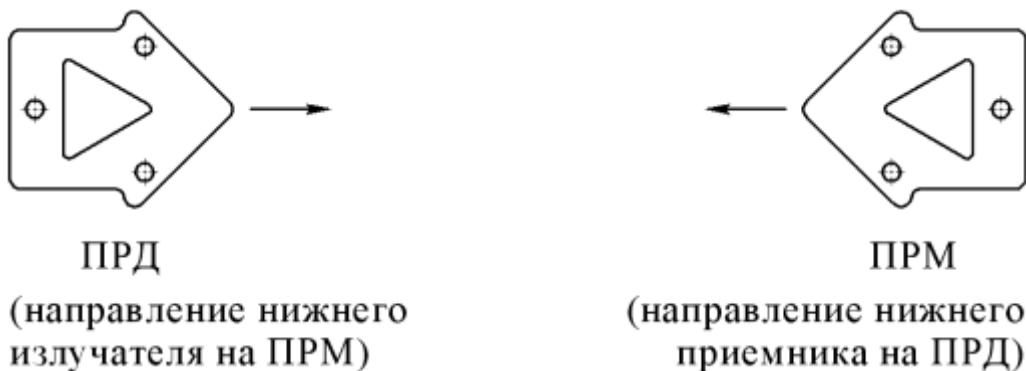

Рисунок 8.1
6.1.7 Установка анкеров 13 показана на рисунке 6.2. Анкера устанавливаются с бетонированием. Шаблон из состава КМЧ применяется для определения необходимой ориентации анкеров для участков, образованных нижними излучателями и приёмниками излучения (см. рисунок 8.1), и фиксации при бетонировании металлических рукавов и анкеров. Перед установкой блоков извещателя шаблон необходимо удалить.
8.2.1 Произведите разметку периметра под места установки ПРМ, ПРД, а также прокладку линий питания и линий связи. При разметке необходимо учитывать ориентацию шаблонов в соответствии с направлением нижнего приемника (передатчика) (см. рисунок 8.1).